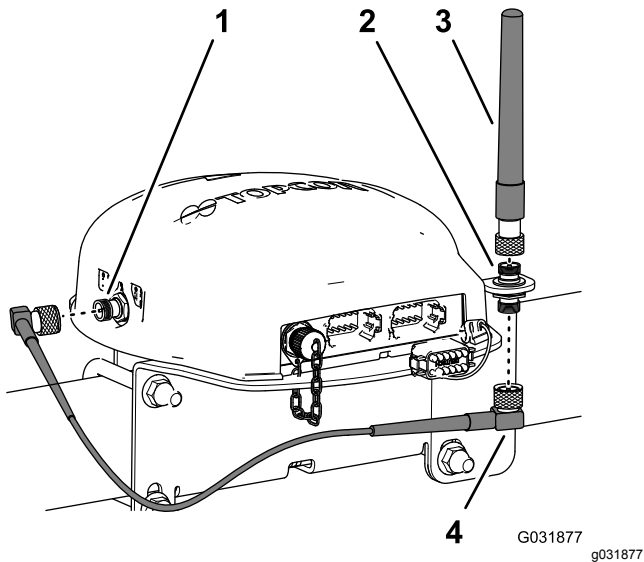

Figura 148
3. Monte a antena RTK na união superior do acoplador coaxial e aperte a porca serrilhada da antena à mão (Figura 148).
4. Monte sem apertar o cabo da antena na união inferior do acoplador coaxial (Figura 148).
5. Passe o cabo pela traseira do recetor de navegação para o conector coaxial do modem celular CDMA ou GSM (Figura 148).
6. Monte o cabo da antena no conector coaxial do modem celular CDMA ou GSM (Figura 148).